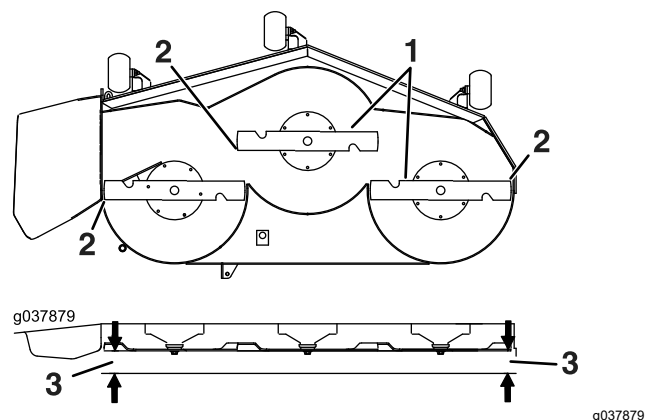

Figure 73
6. Mesurez la distance entre la pointe des lames et le sol plat (Figure 73). Si les deux mesures diffèrent de plus de 5 mm (3/16 po), ajustez l'horizontalité des lames; poursuivez cette procédure.
12. Tournez prudemment les lames pour qu'elles soient parallèles dans le sens transversal (Figure 73).